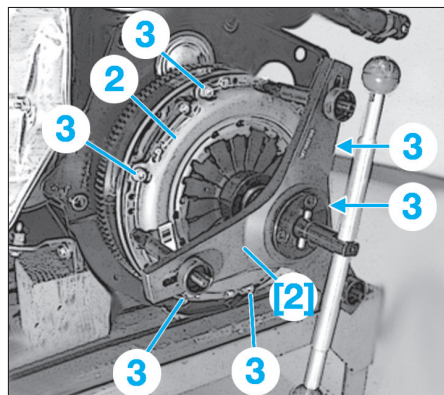

Fig. 2
- [2]. Outil extracteur/introducteur de mécanisme d'embrayage (ref. 1871 00 3100) (Fig.2).
- Monter l'outil [2] en lieu et place des vis de fixation (1) (Fig.2).
- Déposer les vis de fixation (3) du mécanisme d'embrayage.
- Serrer à la main les vis (3).
- Reposer les vis de fixation (1) du mécanisme d'embrayage.
- Serrer les vis (1) et (3) en diagonale par passes successives et au couple de serrage prescrit jusqu'à ce que le mécanisme soit en contact avec le volant moteur.